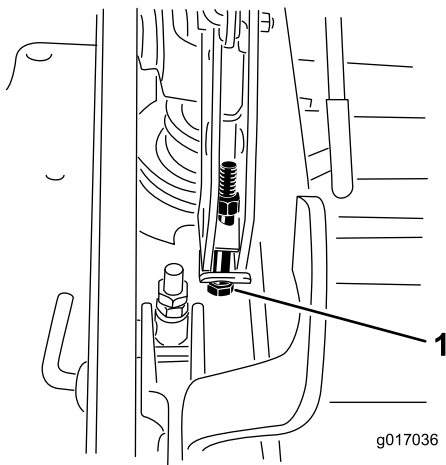

Figure 98
13. Si le plateau est trop bas, serrez le boulon de réglage monopoint dans le sens horaire. Si le plateau est trop haut, desserrez le boulon de réglage monopoint dans le sens antihoraire (Figure 98).
14. Serrez les 2 boulons au bas de la plaque de hauteur de coupe (Figure 98).